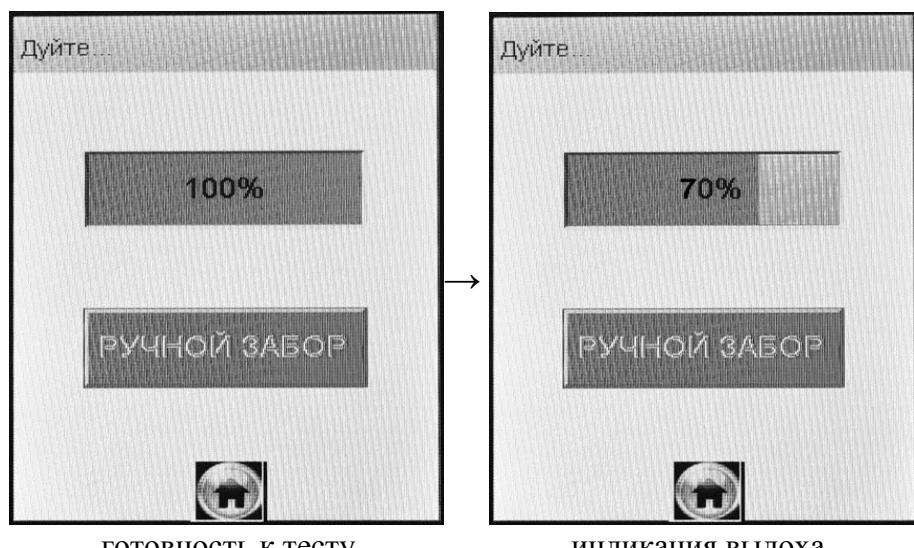

Рисунок 23 – Режим скрининга
2.11.2 Выберите режим скрининга, касаясь стилусом соответствующего пункта-иконки. На сенсорном экране появится сообщение о готовности к тесту (рисунок 23, слева).
Если выдыхаемый воздух поступает с достаточным расходом, во время выдоха звучит опорный звуковой сигнал и на индикаторе продолжительности выдоха предъявляется оставшееся время выдоха в процентах (рисунок 23, справа).